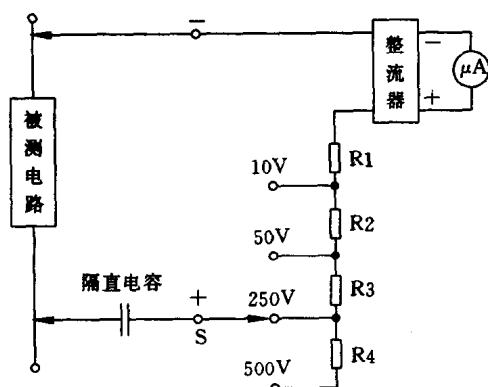

图 1.1.7 音频电平测量原理示意图
音频电平的测量方法与交流电压的测量方法相似，所不同的是在测量过程中，在与标有“+”符号的表笔插孔①插接的红表笔上，需要串接一只容量大于  $0.1\mu\text{F}$ 、耐压值大于 400V 的隔直电容器后，方可两表笔跨接在被测电路中，见图 1.1.7。